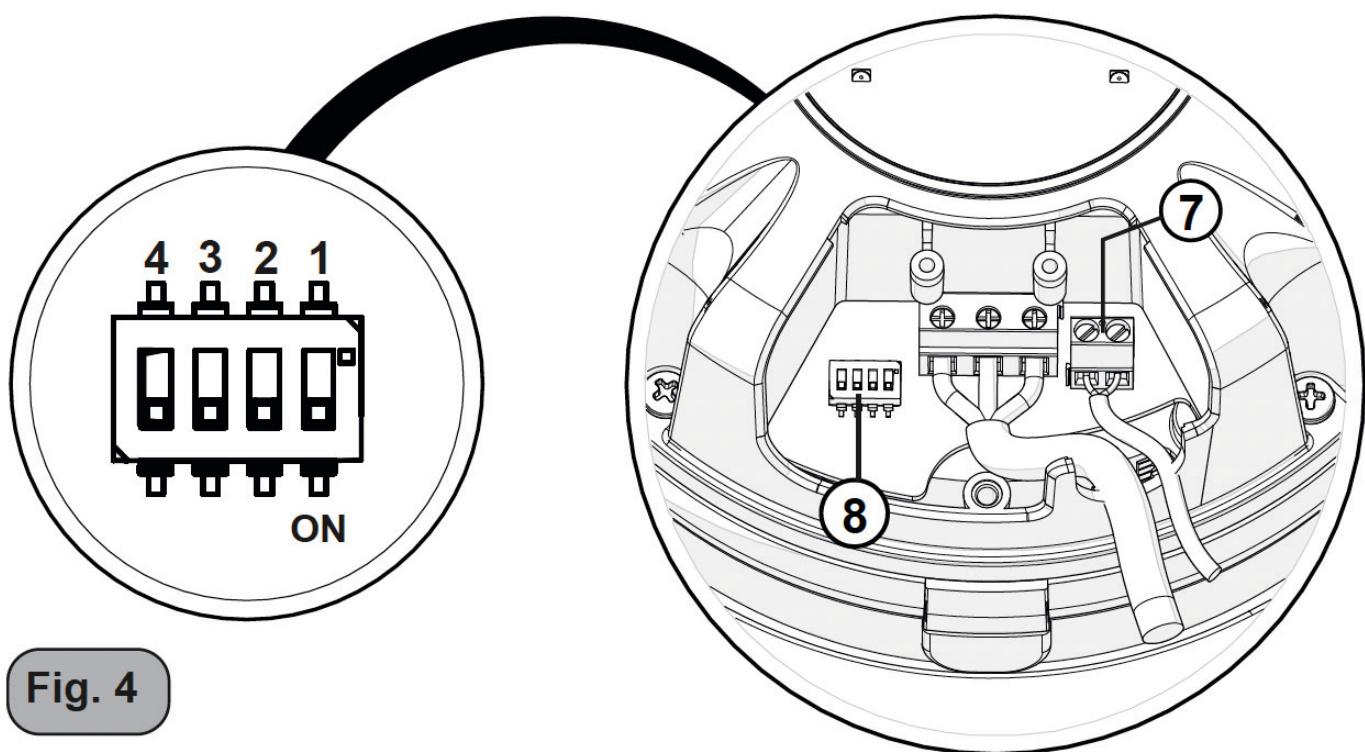

Fig. 4
Le relais auxiliaire (FIG. 4) (7) peut exercer plusieurs fonctions selon la position des deux premiers commutateurs dip (8), comme indiqué dans le tableau « A », et il supporte une charge maximale de 3 A - 250 V CA.